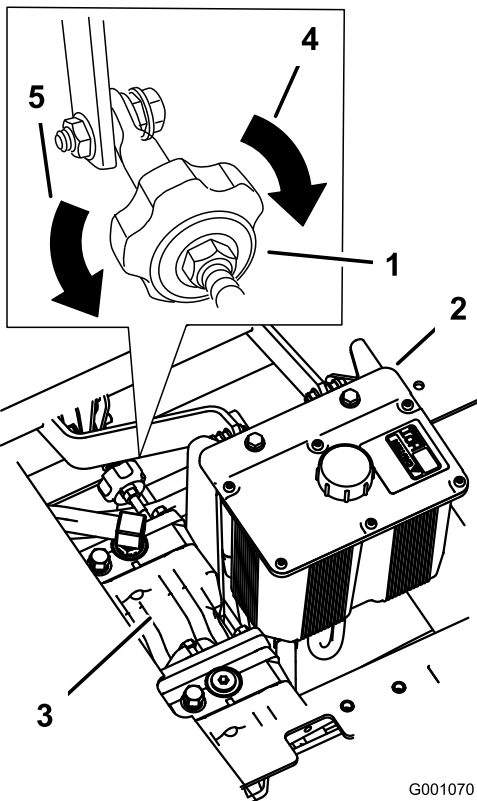

Figura 77
4. Para fazer a máquina ir para a direita, rode o manípulo para o lado direito da máquina; consulte Figura 77.
5. Para fazer a máquina ir para a esquerda, rode o manípulo para o lado esquerdo da máquina; consulte Figura 77.